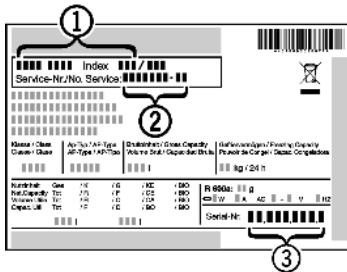

Fig. 15
- ▶ A készülék megnevezését Fig. 15 (1), a szerviz- Fig. 15 (2) és sorozatszámot Fig. 15 (3) a típus-tábláról olvassa le. A típus-tábla a készülék belsejében baloldalon található.
- ▶ Értesítse a vevőszolgálatot a hibáról, és adja meg nekik a készülék megnevezését Fig. 15 (1), a szerviz- Fig. 15 (2) és a sorozatszámot Fig. 15 (3).